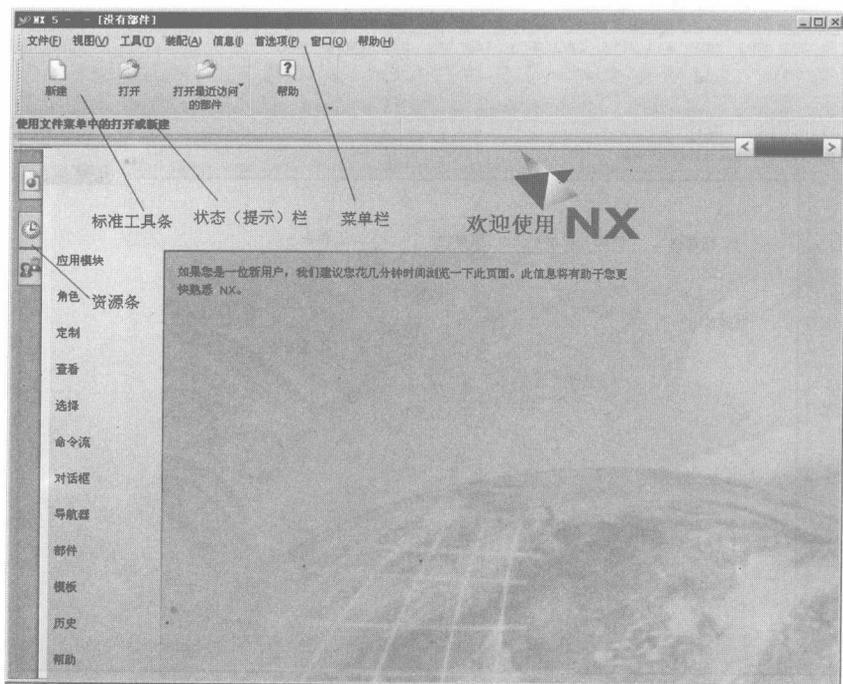

图 1-2 UG NX 5 主要工作界面
- (1) 选择【开始】|【程序】|UG NX 5|NX 5 命令,启动 UG NX 5 软件,打开 UG NX 5 工作界面,如图 1-2 所示。
资源条可以利用很小的用户界面空间将许多页面组合在一个公用区中。UG NX 将所有导航器窗口、历史记录资源板、集成 Web 浏览器和部件模板都放在资源条中。在默认情况下, 系统将资源条置于 UG NX 窗口的左侧, 如图 1-2 所示。